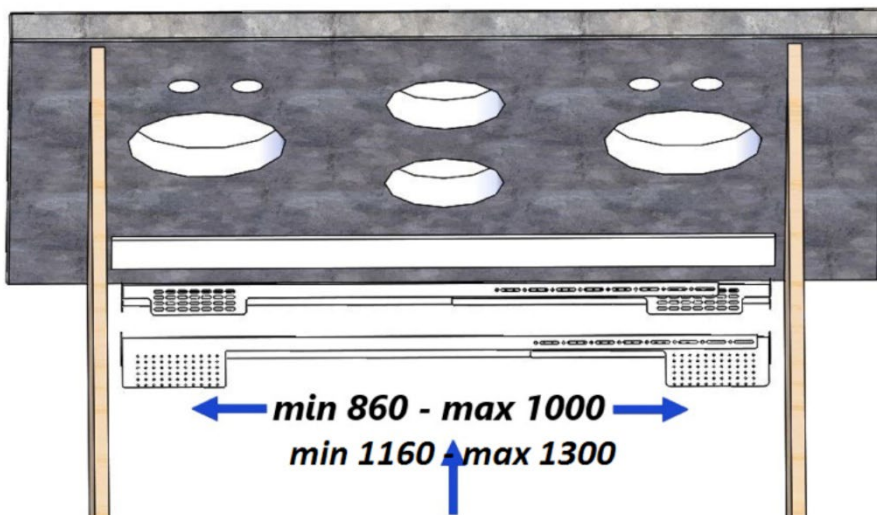

Fig. 5
5. Installer de forsamlede monteringsbeslag ved den udskårne åbning (se fig. 5). Bemærk, at beslagene kan tilpasses forskellige skabsbredder – fra en minimumsbredde på 860 mm til en maksimumsbredde på 1000 mm.